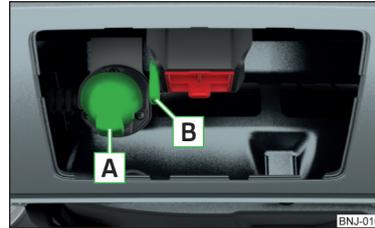

Abb. 141
- Den Stecker des Anhängerkabels in die 13-polige Steckdose **A** » Abb. 141 einstecken.
- Das Abreißseil des Anhängers aus der Sicherungsöse **B** » Abb. 141 aushängen.